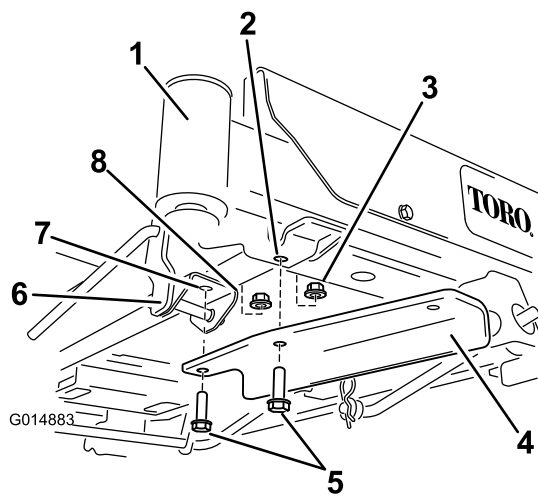

Figura 7
- En las máquinas con pedal de elevación asistida, retire los herrajes delanteros del soporte del pedal de elevación asistida y sujete el soporte usando 2 pernos y 2 contratuercas (Figura 7).